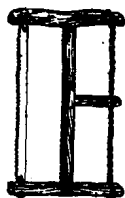

图 1—1—3 框锯
(1) 框锯: 这是最主要的一种木锯(图 1—1—3)。因用途不同,锯齿有大有小,锯条有阔有狭。我们可选用一般的锯。主要用途是把木料锯断(横锯)或锯开(直锯)。